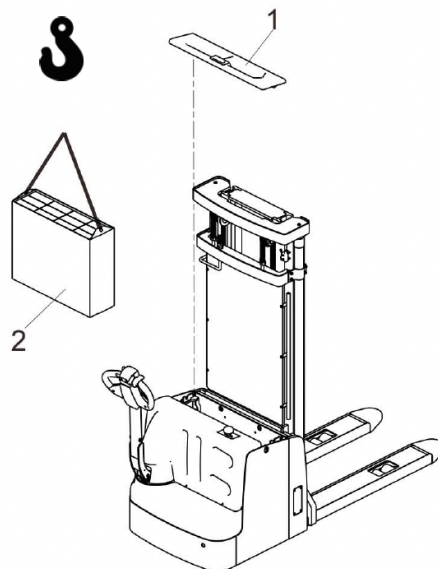

Figura 10-1 Sostituzione della batteria
**Fasi di rimozione/installazione della batteria, come mostrato nella Figura 10-1:**